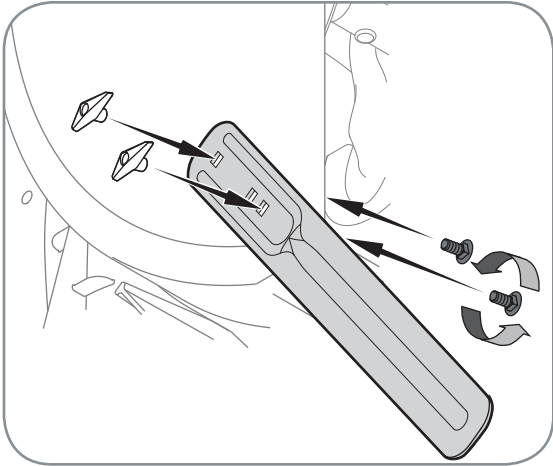

Figure 3-8
- Positionnez les barres de coupe pour qu'elles soient face à l'avant comme illustré à la Figure 3-8. Maintenez-les en place avec la boulonnerie enlevée précédemment, les écrous à oreilles devraient être attachés sur l'extérieur du logement comme illustré.